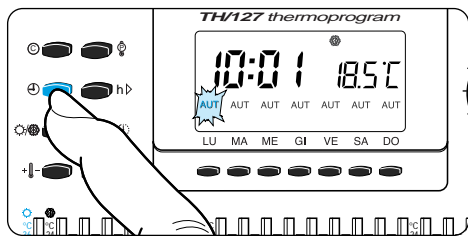

Fig. 16
5.6 - Premere il pulsante ⊖ (fig. 16).